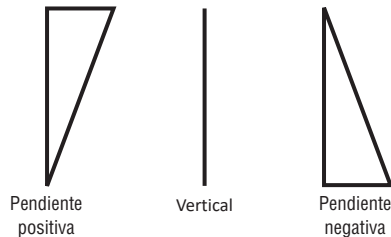

Fig. 1.7
- Identifique la ubicación de su abrazadera angular y determine la pendiente de la caja para cada esquina. La forma en que se curva (o no) determina si el caso tiene pendiente positiva, negativa o nula. (Fig. 1.7) Necesitará esta información en la siguiente sección.